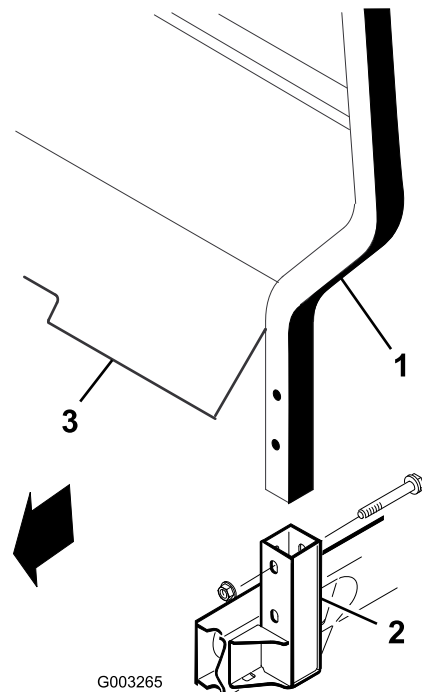

Bild 8
1. Setzen Sie jede Seite des Überrollschutzes in die Befestigungshalterung auf jeder Seite des Fahrzeugrahmens ein. Positionieren Sie den Überrollschutz wie dargestellt (Bild 8).